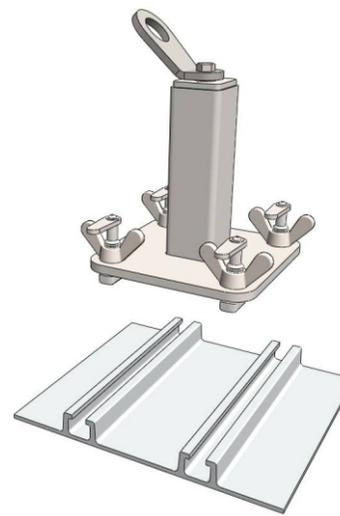

Рис.4
- Установите флажки шпилек параллельно монтажным рельсам на крыше вагона (рис. 4).